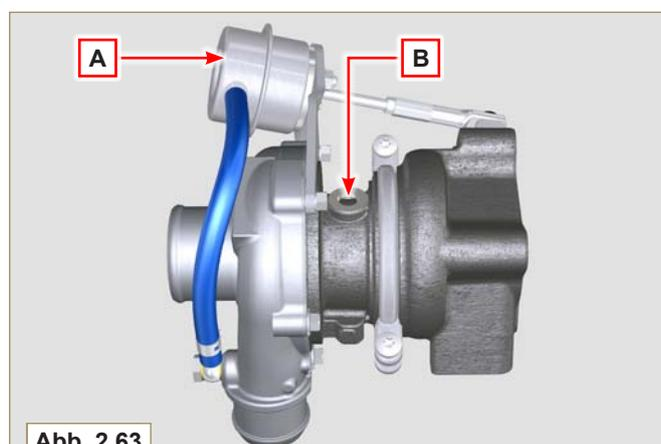

Abb. 2.63
- Die Einstellungen des Stellglieds nicht verändern **A (Abb. 2.63)**.